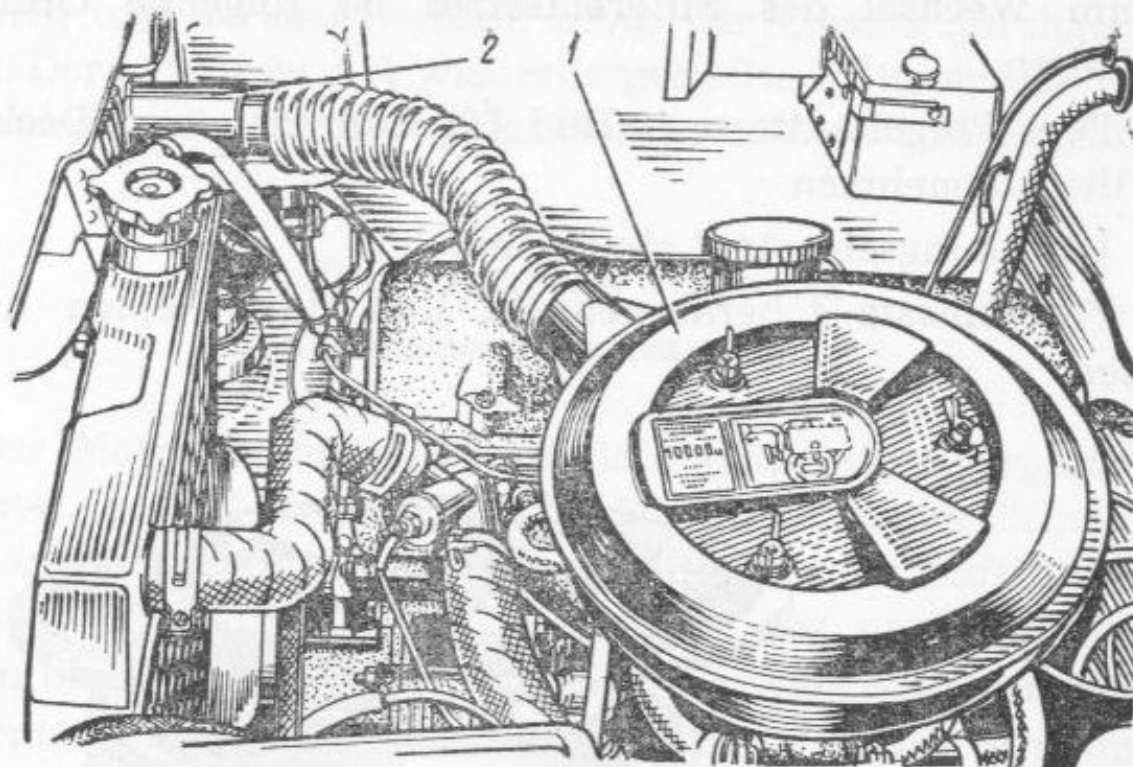

Bild 68. Luftfilter (der Schlauch ist zur Aufnahme von Frischluft eingestellt):
Der Vergaser des Motors ist mit Luftfilter 1 (Bild 68) ausgerüstet, welches einen trockenen Papierfiltereinsatz besitzt, und über einen gefalteten Schlauch in Abhängigkeit von der Außentemperatur folgendermaßen angeschlossen werden kann:
- zur Aufnahme von Frischluft — an Stutzen 2 (Bild 68);